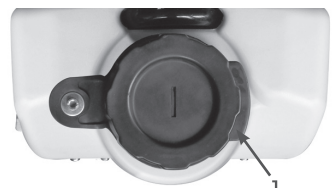

РИС. 6
- Удерживая бак одной рукой, другой рукой потяните вверх крышку бака за козырёк 1 и снимите крышку с горловины (Рис. 6).